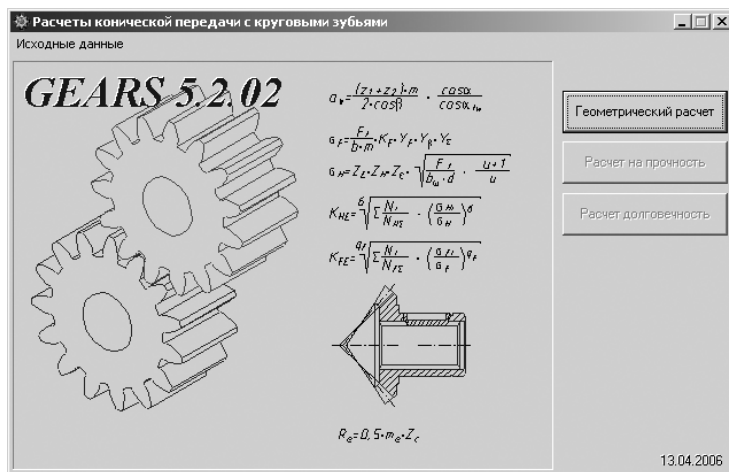

Рис. 5.23. Начальное окно системы **Расчеты конической передачи с круговыми зубьями**
- щелкните по кнопке **Выполнить**. Появится начальное окно системы **Расчеты конической передачи с круговыми зубьями**, представленное на рис. 5.23.